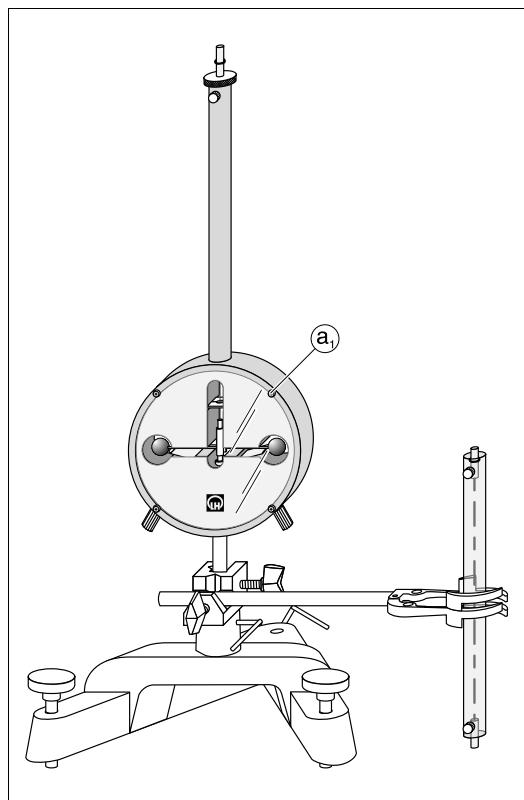

Fig. 8.1
- Monter la balance (le corps du pendule étant bloqué) dans un pied en V nivetable (par ex. 300 01/06) de façon à ce que le dos soit devant; fixer dans une pince le tube de protection avec le ruban de torsion de rechange (683 21) pour qu'il soit plus facile à manipuler (Fig. 8.1).
- Montar la balanza (con el cuerpo del péndulo enclavado) sobre una base de soporte nivetable (por ej., 300 01/06), de tal modo que la parte posterior quede adelante. Para un manejo seguro se debe asegurar con una pinza (Fig. 8.1) el tubo protector con la cinta de torsión de recambio (683 21).